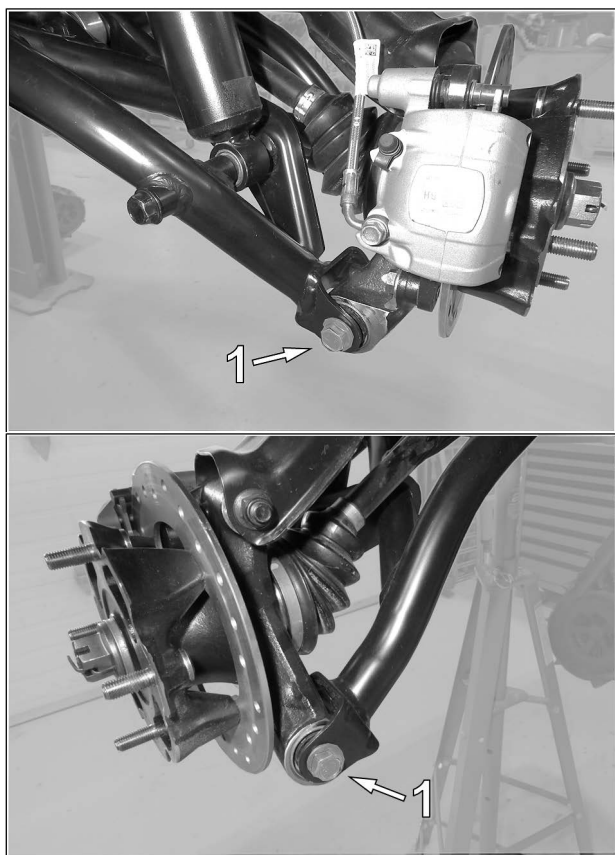

Fig. 4
4. Dévisser les deux boulons (1) qui relie le bras inférieur de suspension au moyeu de roue. Voir la Fig. 4